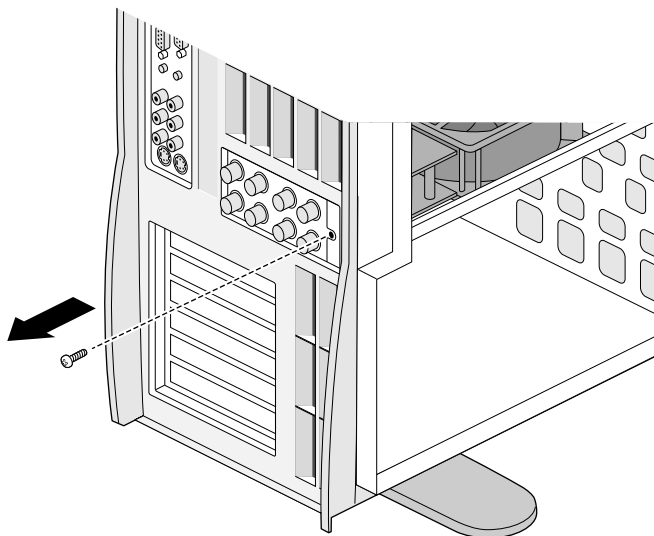

Figura 5-21 Removendo o parafuso da placa SD1100 da Silicon Graphics
5. De frente para a parte posterior do sistema, localize o painel de E/S da SD1100 da Silicon Graphics. Veja a Figura 5-21.